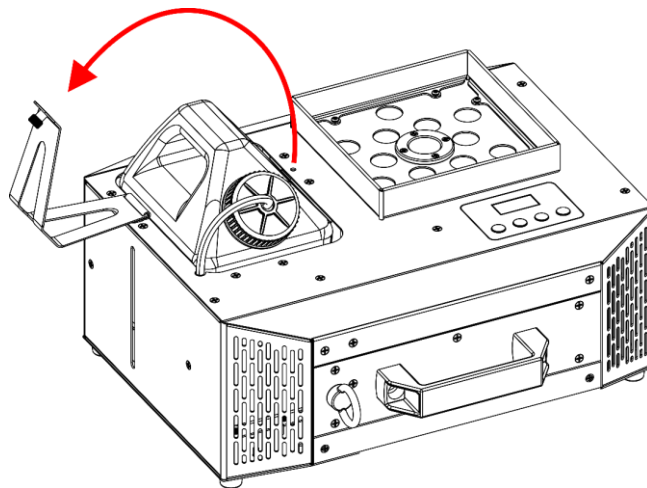

Abb. 39
- 03) Drehen Sie die **Halterung für den Flüssigkeitstank (03)**, wie in Abb. 39 gezeigt.